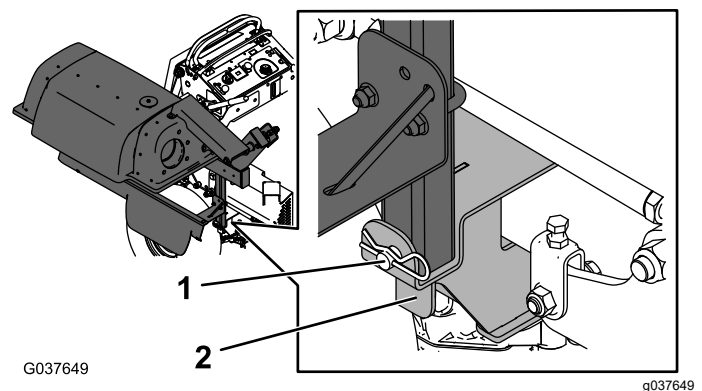

Figura 15
- Prenda o lado dianteiro inferior da estrutura do depósito de recolha ao suporte de montagem da transmissão utilizando um passador de forquilha e um perno de gancho (Figura 15).